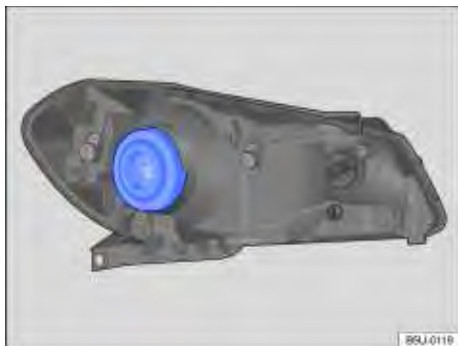

Fig. 170 No compartimento do motor: localização da lâmpada incandescente do farol baixo / alto.
4. Remover a cobertura de borracha na parte traseira do farol ⇒ Fig. 170.